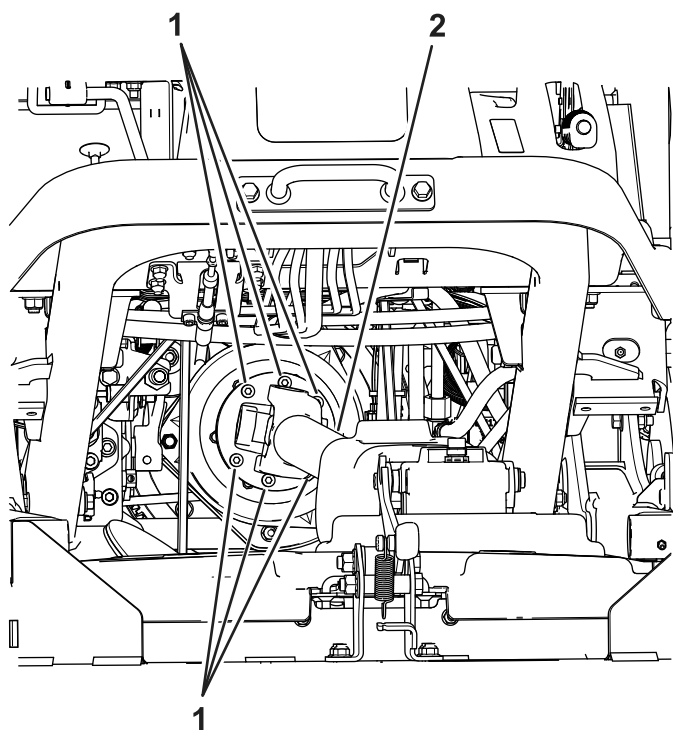

Figura 2
3. Retire os seis parafusos que prendem o eixo da transmissão à embraiagem (Figura 2). Deite fora as ferragens.
5. Instale o novo eixo da transmissão na embraiagem com os seis parafusos de cabeça sextavada interior (M8-1,25 x 30 mm); consulte a Figura 2.